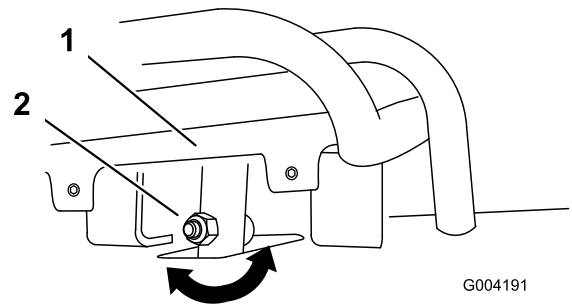
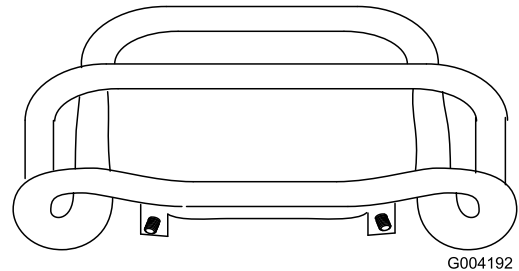

Figura 51
Figura 52
4. Si la parte delantera del control de tracción no queda enrasada con y paralela a la barra de referencia, afloje la tuerca con arandela prensada y el perno del tubo del control de tracción (Figura 51).
5. Ajuste el control de tracción hasta que quede enrasado con la barra de referencia al tirar del mismo hacia atrás del todo (Figura 51 y Figura 52).